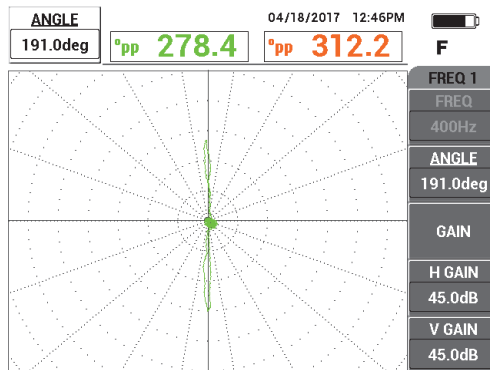

Abbildung 5-194 Einstellen der Signalphase
4. Drücken Sie die Direktzugriffstaste ANGLE () und stellen Sie das Signal ein, bis das Signal des Thru-Wall-Lochs vertikal auf dem Bildschirm erscheint (siehe Abbildung 5-194 auf Seite 283).